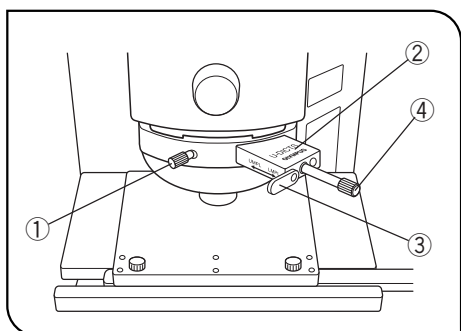

図 7
## 2 微分干涉スライダのセット (図 7)
(図 7)
- 1) 下記の要領で微分干渉スライドのプリズム移動つまみ④を回して背景色コントラストの調整をします。(図7)